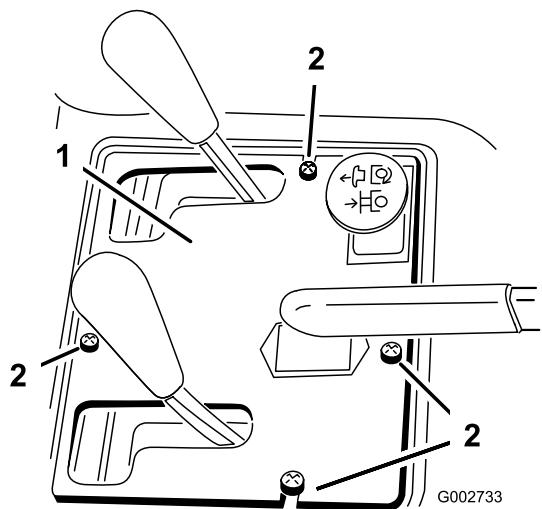

Bild 36
2. Nehmen Sie die vier 4 Schrauben ab, mit denen das Armaturenbrett am Rahmen befestigt ist (Bild 36).